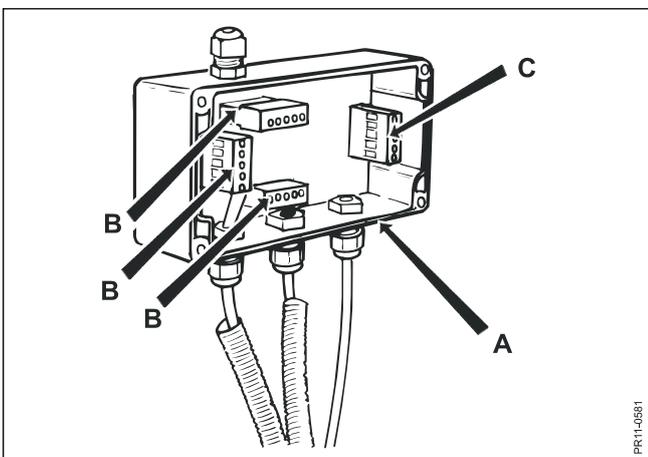

Fig. 9.11
- Fig. 9.11** Al soldar, **nunca** deje la corriente pasar por las celdas de pesaje. Para evitar esto, abra la caja eléctrica (A). Desconecte los enchufes para las celdas (B) y el sistema de pesaje (C).